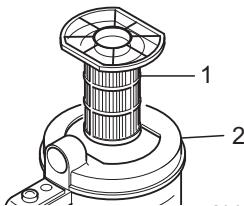

Abb. 20
- Entnehmen Sie den Lamellen-Zentralfilter (Abb. 20/1) nach oben aus dem Staubbehälter (Abb. 20/2).